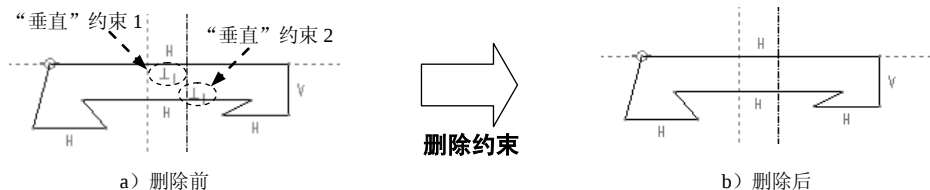
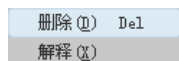

图 5.2.23 删除无用约束
图 5.2.24 快捷菜单
② 添加必要的约束。操作提示如下:
b) 删除无用的约束。在绘制草图时,系统会自动添加一些约束,而其中有些是没用的,例如在图 5.2.23 a 中,系统自动添加了“垂直”约束(注意:读者在绘制时,可能没有这个约束,这取决于绘制时鼠标的走向与停留的位置)。删除约束的操作方法为:在工具栏中单击“选取项目”按钮。选取图 5.2.23a 中的“垂直”约束 1,然后右击,在弹出的图 5.2.24 所示的快捷菜单中选择 **删除(D)** 命令。用同样的方法删除“垂直”约束 2。